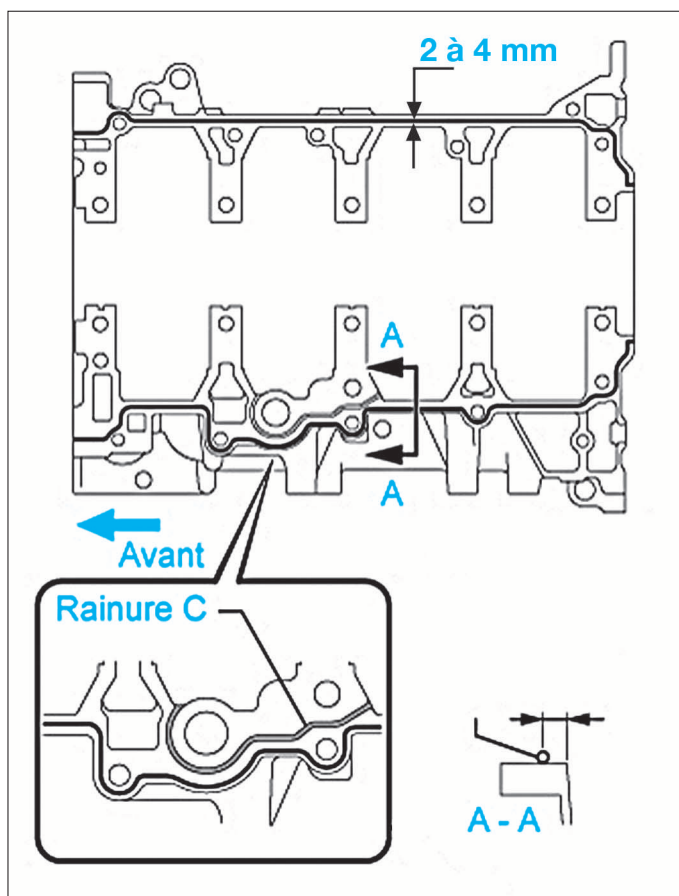

FIG. 65
- appliquer de la pâte d'étanchéité neuve d'une largeur de 2 à 4 mm sur le carter de chapeaux de palier de vilebrequin (fig. 65).